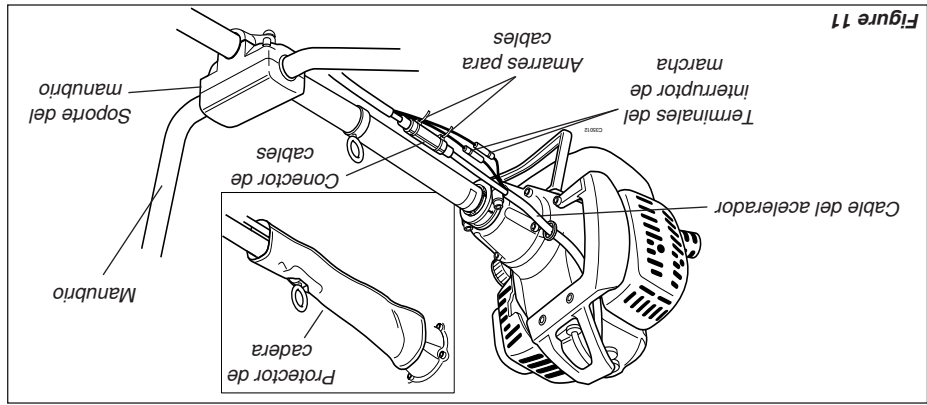

Figura 11
7. Asegure cada extremo del conector con los amarres para cables. Ver la figura 11.
8. Instale el protector de cadera en el tubo exterior. Consulte la ilustración ampliada de la figura 11.